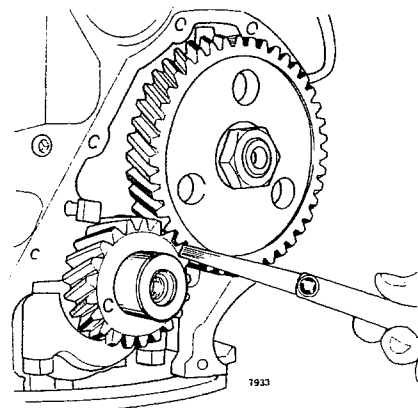
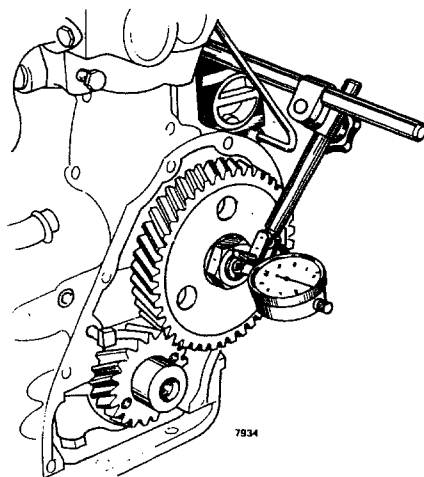

Fig 01-59. Mätning av kuggflankspel
Fig 01-60. Mätning av kamaxelns axialspe
7. Mät kuggflankspelet enligt fig 01-59. Mät även kamaxelns axialspel, se fig 01-60. Kamaxelns axialspel bestäms av distansringen bakom kamaxelhjulet.